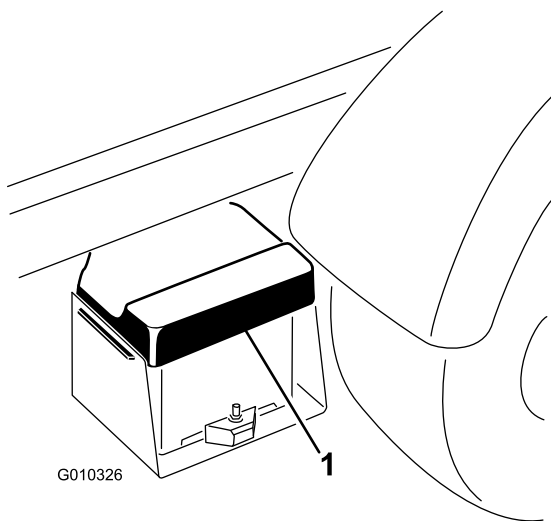

Bild 47
1. Drücken Sie die Batterieabdeckung zusammen, um die Laschen aus dem Unterteil zu lösen. Nehmen Sie die Batterieabdeckung vom Unterteil ab (Bild 47).